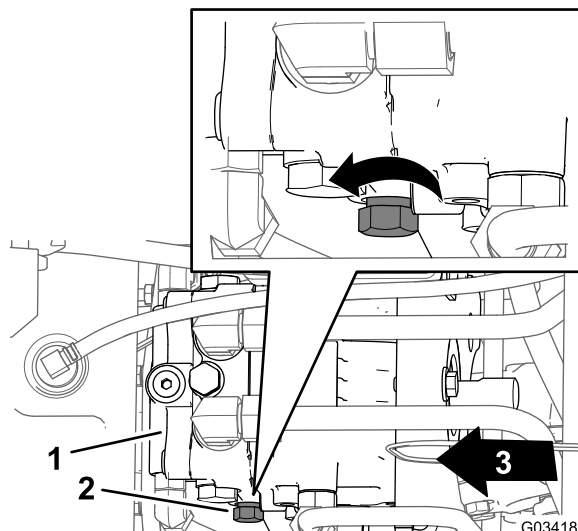

Figura 29
2. Individuate la manopola di comando per la valvola di bypass sul lato sinistro della pompa idraulica (Figura 29).
3. Ruotate la manopola di comando di 3 giri in senso antiorario (Figura 29).
3. Ruotate la manopola di comando (Figura 29) in senso orario fino a quando non avvertite resistenza, il che indica che la valvola di bypass è chiusa.